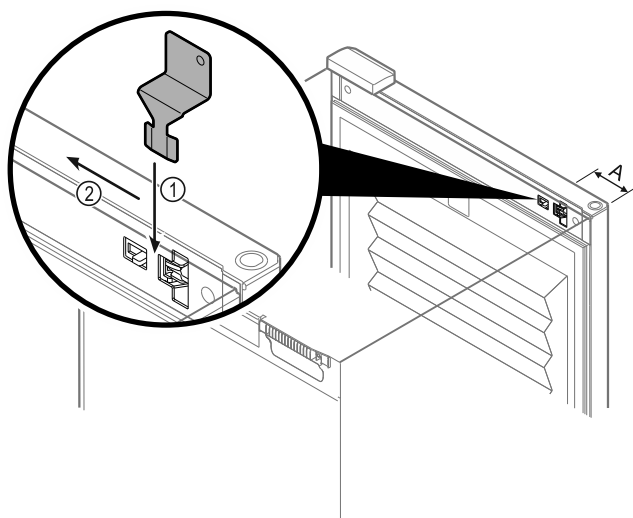

Fig. 218
- ▶ Plasser nødåpningsnøkkelen på det angitte stedet Fig. 218 (A) \approx 100 mm.
- ▶ Sett nødåpningsnøkkelen mellom døren og enheten, ovenfra til den stopper Fig. 218 (1).
- ▶ Trekk nødåpningsnøkkelen mot hengselsiden Fig. 218 (2).